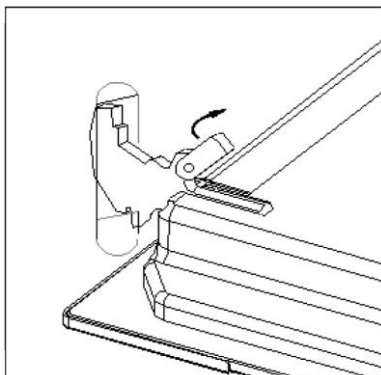

Figure 9
2. Veuillez lever et tourner les petits leviers situés sur les deux charnières (voir la figure 9)